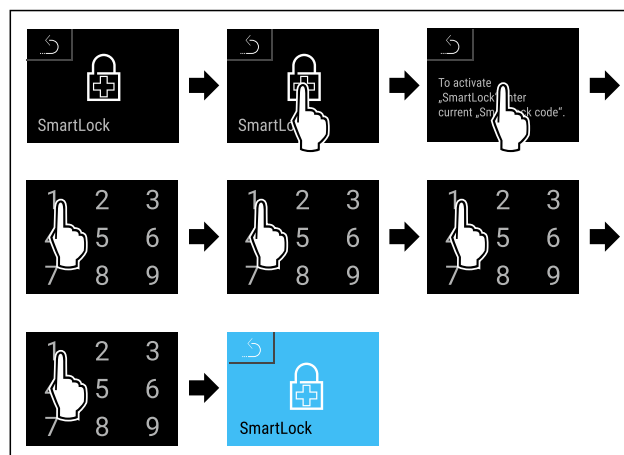

Fig. 83
- ▶ Stappen (zie Fig. 83) uitvoeren.